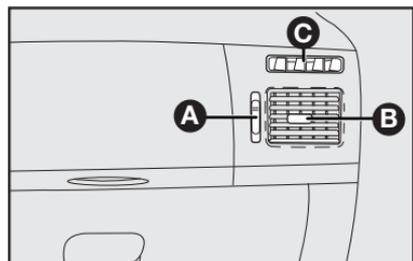

fig. 56
**C** - Difusor fijo para los vidrios laterales **fig. 56**.